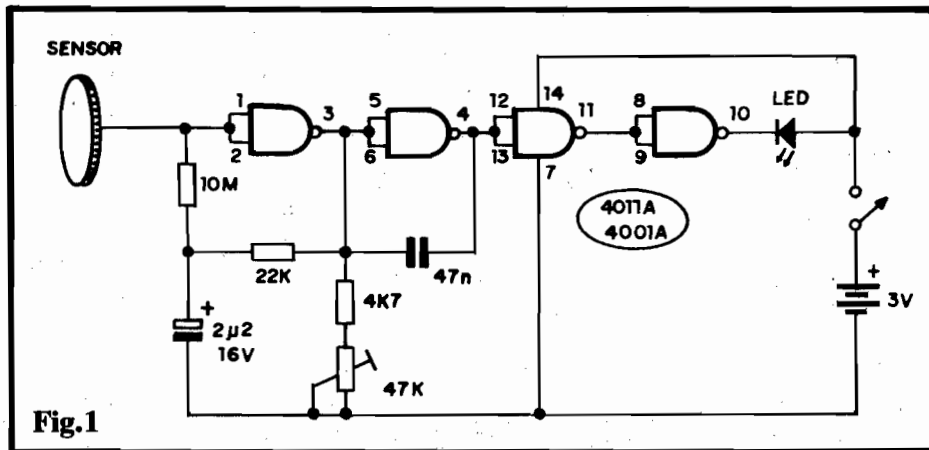

Fig.1
- FIG. 1 - O CIRCUITO - Os gates dos Integrados C.MOS digitais, notadamente os das séries mais "antigas" (sufixo "A" logo após o código numérico básico...) mostram, pela sua própria estrutura interna, baseada em transístores de efeito de campo a óxido metálico, entradas de elevadíssima impedância (centenas de Megohms, ou mais...) e - portanto - extremamente sensíveis mesmo a Tensões mínimas, como as geradas pela indução de campos eletro-magnéticos sobre superfícies metálicas neles "mergulhadas"... É justamente dessa característica dos C.MOS, que nos valemos no circuito do STEPP: notem que o circuito poderá ser implementado tanto como um 4011 quanto como um 4001, desde que tenham uma letra "A" (ou "AE"...) após o código numérico do componente... Integrados com sufixo "B" logo após o "número" 4001 ou 4011 não desempenharão bem as